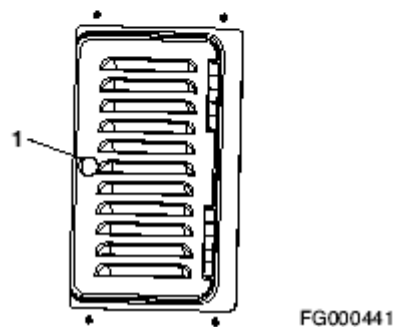

Рисунок 83
2. Откройте крышку, повернув рукоятку (1, рисунок 83) в задней части кабины.